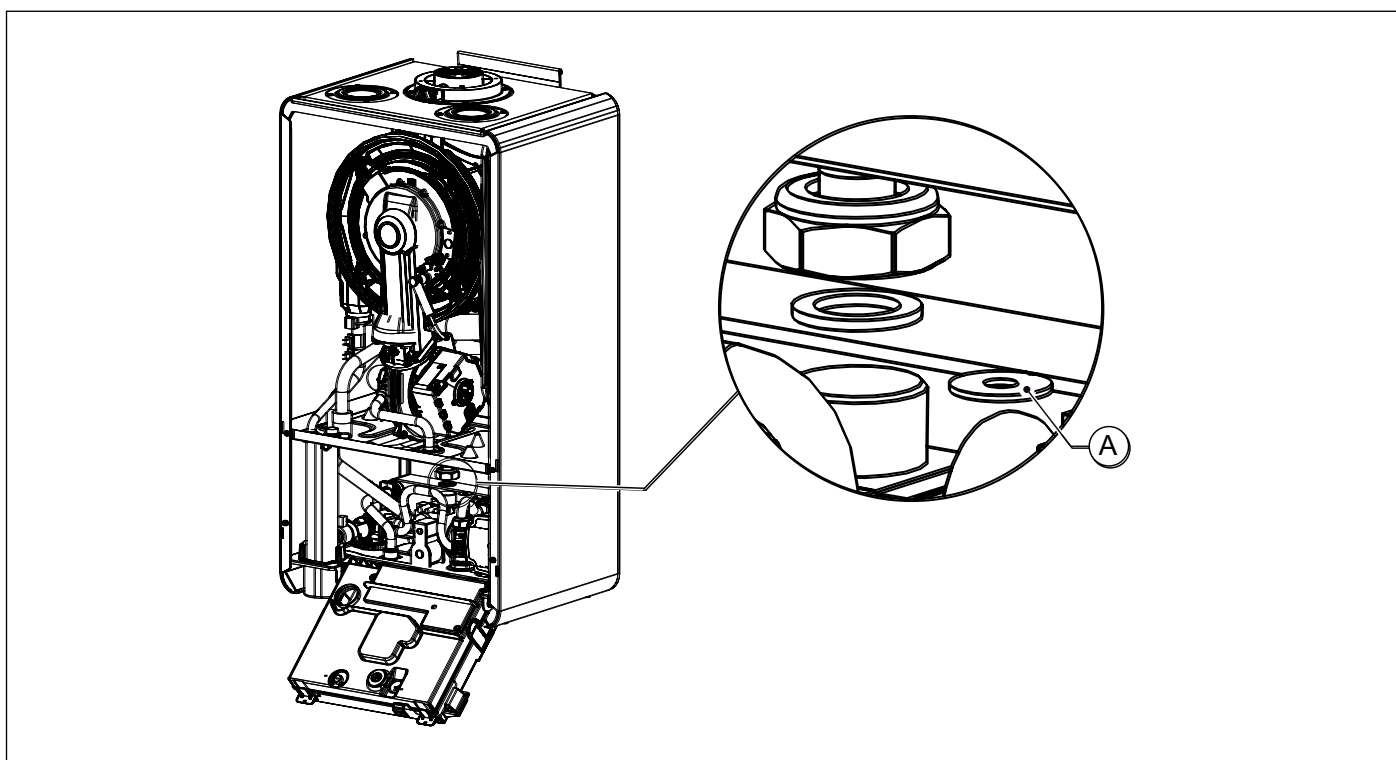

Рис. 24 Замініть діафрагму газу
- Від'єднайте трубку газу (див. Рис. 24 Замініть діафрагму газу).
- Замініть діафрагму газу (А) на нову відповідно до типу газу (див. Рис. 24 Замініть діафрагму газу та Таб. 34 Діаметр діафрагми газу (мм)).